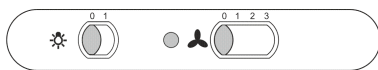

рис. 9
7.4 Ползунковый переключатель (рис. 9).